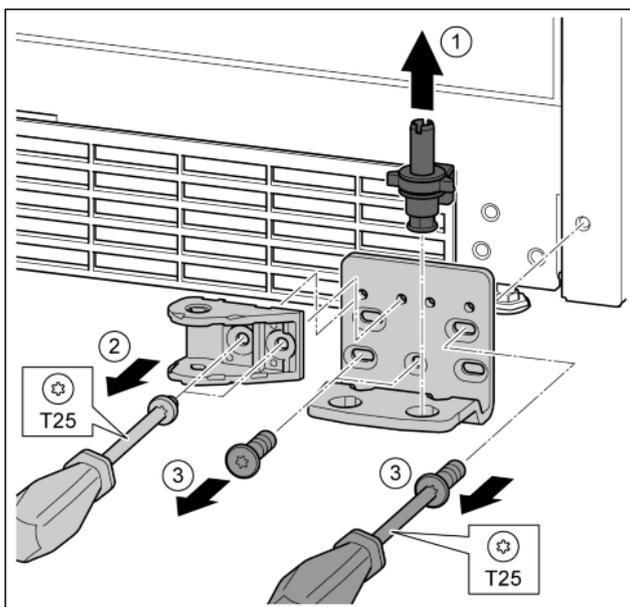

Fig. 30
- ▶ Sortir complètement l'axe de palier par le haut. *Fig. 30 (1)*
- ▶ Desserrer les vis avec le tournevis T25 et enlever le joint amortisseur de fermeture. *Fig. 30 (2)*
- ▶ Desserrer les vis avec le tournevis T25 et enlever le support de palier. *Fig. 30 (3)*